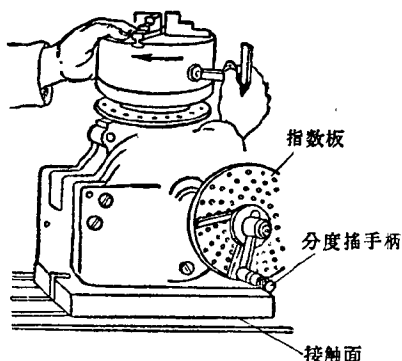

图14 分度头中心线
安装分度头的时候，可以利用分度头底面的平键，使平键跟工作台台面上的T形槽侧壁靠紧，并用螺钉压紧，以保证分度头主轴中心线跟工作台台面平行。为了铣削不同尺寸、类型的离合器，分度头主轴中心线可以调整成同工作台垂直、平行或成一定角度。图14是把分度头主轴安装成同工作台垂直的情形。
4. 分度头的调整 离合器上的每个齿和齿槽，都是通过分度头上的指数板（又叫分度板）来划分的，见图14。因此，在铣削前，要先按被铣削的离合器的齿数或角度进行计算，并调整好指数板的孔圆数，或换上能满足计算要求的孔圆数的指数板，然后根据计算所得的值，调整扇形规尺的位置。其计算公式如下：
(一) 将分度头安装在工作台台面上,使分度头主轴和工作台台面垂直(见图14),然后上紧。